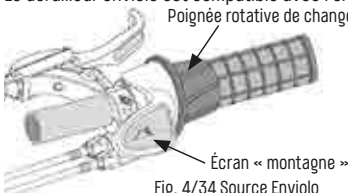

Fig. 4/34 Source Enviolo
- Rotation dans le sens horaire : L'écran montre une « montagne » („Fig. 4/ Source Enviolo“ à la page 34). Ce rapport de transmission doit être réglé au démarrage et dans les montées.